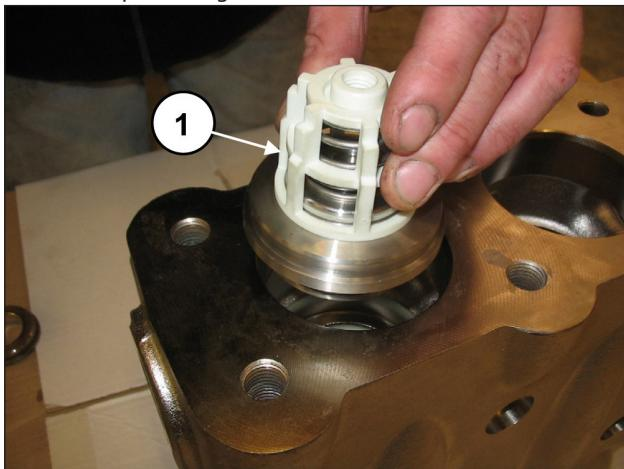
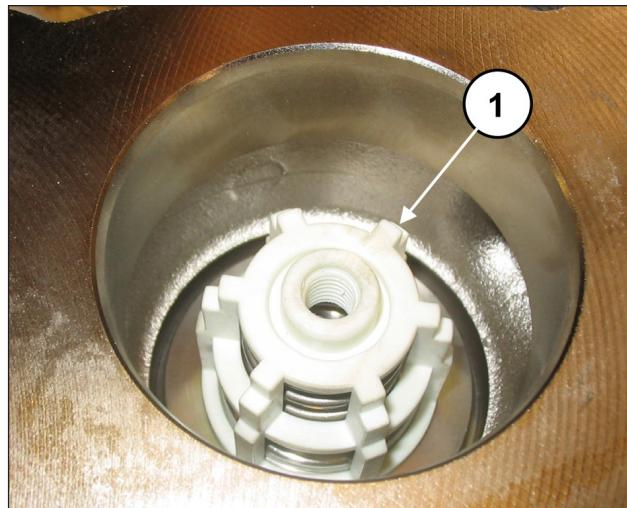

Fig. 120
Fig. 121
Introducir el grupo de la válvula de envío (pos. ①, Fig. 120). Introducir el grupo de la válvula de envío a fondo como se muestra en pos. ①, Fig. 121.